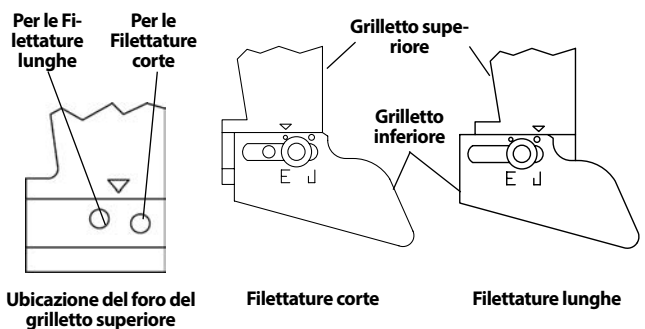

Figura 18 – Regolazione della lunghezza della filettatura
2. Per le filettature corte, spostare il grilletto inferiore verso il mandrino della macchina. Per le filettature lunghe, allontanarlo dal mandrino (vedere Figura 18 – impostazioni di fabbrica mostrate). Le filettature lunghe sono solitamente preferite nell'Estremo Oriente e le filettature corte in Europa. Impostare come desiderato.